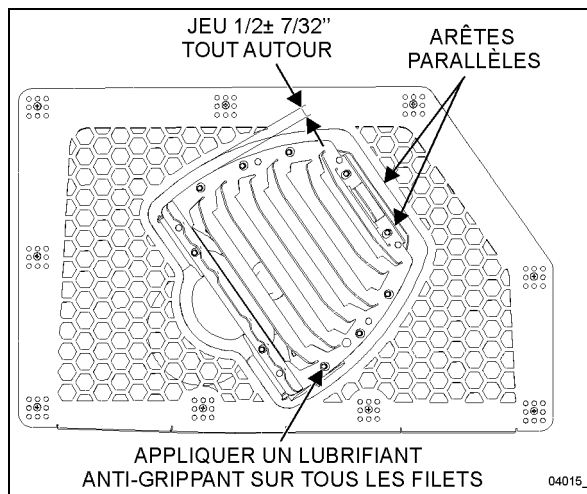

FIGURE 7: RÉGLAGE DE LA POSITION DU DIFFUSEUR
- Pour obtenir la position angulaire adéquate, s'assurer que les deux bords indiqués sur la Figure 7 sont parallèles.